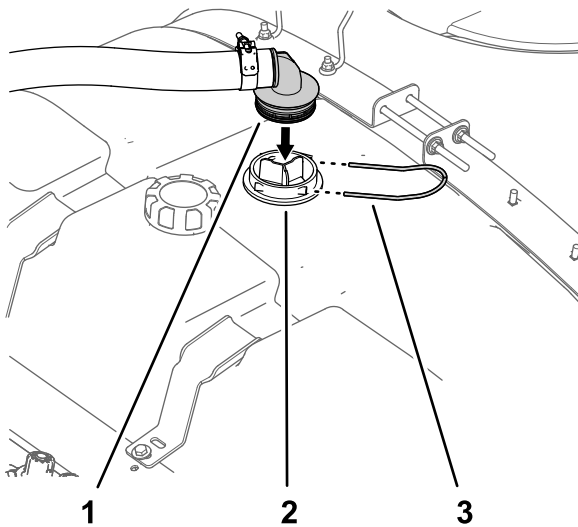

Bild 15
1. Fluchten Sie das gezahnte 90°-Anschlussstück des Zulaufschlauchs mit dem Gehäuse des Saugsiebs aus (Bild 15).
2. Befestigen Sie das gezahnte 90°-Anschlussstück mit der Haltegabel, die Sie in Schritt 4 in Vorbereiten des Sprühbehälters (Seite 7) entfernt haben, am Gehäuse (Bild 15).